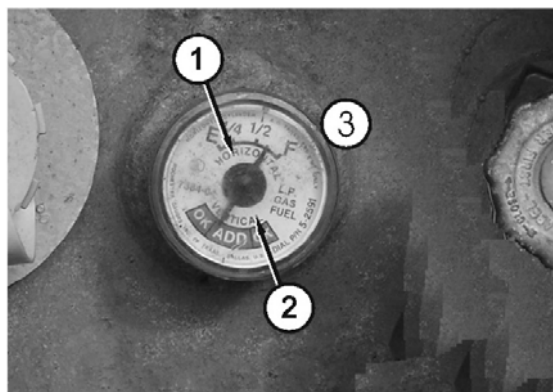

Fig. 11.10 – Bränslenivåmätare
Kontrollera bränslenivån i bensintanken och/eller mängden gasol i flaskorna. För att kontrollera mängden gasol läs av på bränslemätaren ③ (se Fig. 11.10).
Gasolflaskor har två (2) bränslemätare på toppen. En mäter korrekt då flaskan står upp (VERTIKAL) ② och den andra mäter korrekt då flaskan ligger ned (HORISONTAL) ①. Båda visar en fraktion av fullt. (se Fig. 11.10).